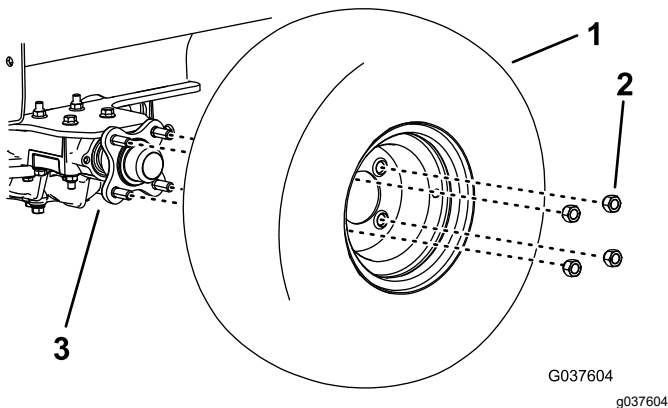

Bild 8
3. Nehmen Sie den rechten Reifen ab (Bild 8).
13. Montieren Sie den rechten Reifen und ziehen Sie die Radmuttern mit 115-142 N·m an, senken Sie die Maschine ab (**Bild 8**).